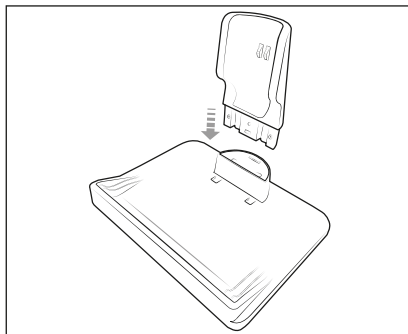

Fig. 2
- 1) Assemblez les deux parties du socle de recharge **9** (voir fig. 2).